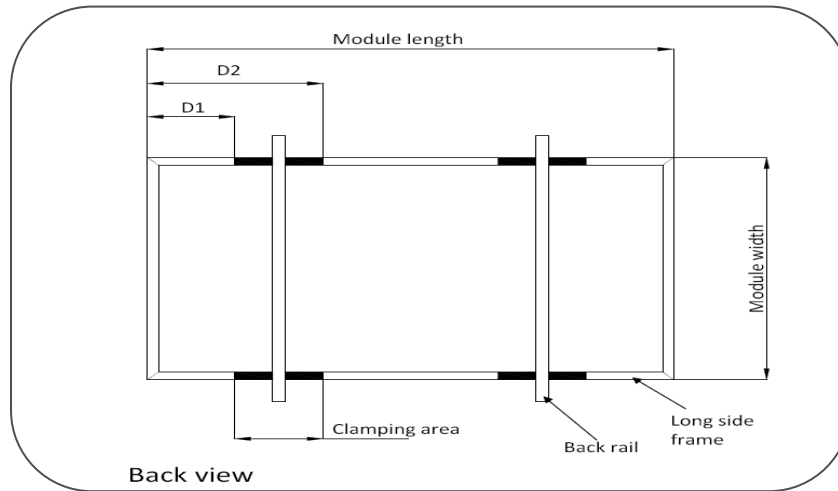

Abbildung 2 Montageklemmbereich lange Schiene (D1 und D2)
- Klemmen an der langen Kante des Rahmens (siehe Abbildung 2, Messung unten)